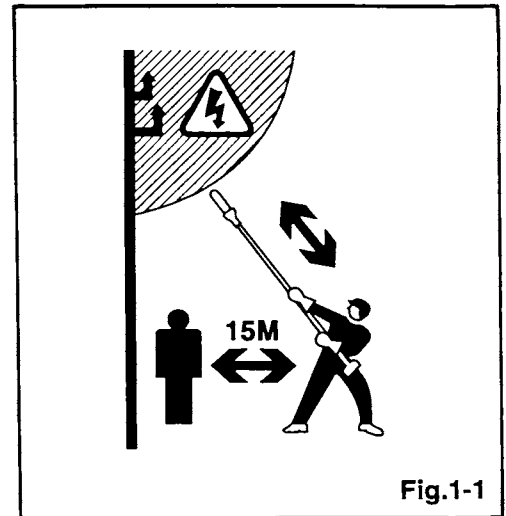

Fig.1-1
- Review the area to be trimmed. Look for hazards that could contribute to unsafe conditions. DO NOT operate unit if any wires (power, telephone, cable, etc.) are closer than 15M (50ft.) to any part of the operator or unit. (Fig.1-1)
conditions dangereuses. NE PAS faire fonctionner l'appareil au cas où n'importe quels fils (d'énergie électrique, téléphoniques, de câbles, etc.) se trouvent plus proches de 15 mètres (de 50 pieds) de n'importe quelle partie du manœuvre spécialisé ou de l'appareil. (Fig.1-1)
- Esaminare bene il luogo da potare. Considerare i rischi che potrebbero causare condizioni pericolose. **NON** far funzionare il dispositivo se alcuni fili (di corrente, telefonici, di cavo, etc.) si trovano più vicini di 15 metri (di 50 piedi) a qualche parte dell'operatore della macchina o del dispositivo. (Fig.1-1)